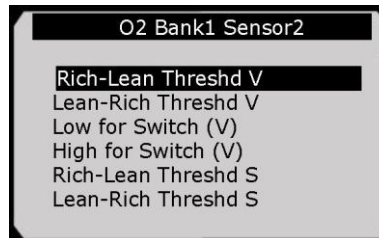

Рисунок 5-25
- 4) Ознакомьтесь с результатами проверки выбранного датчика кислорода. См. рисунок 5-25.